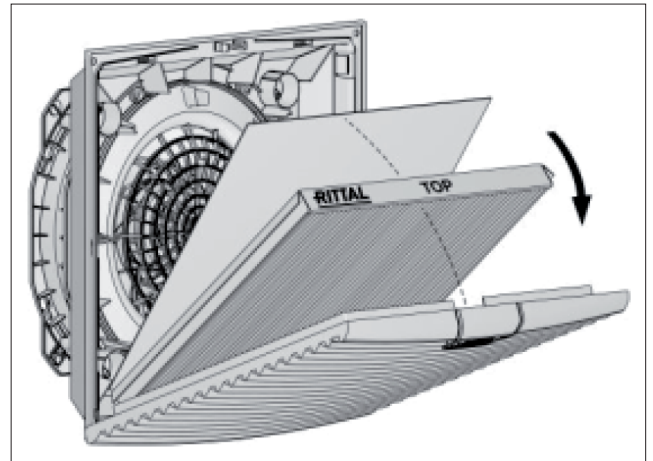

図9: プリーツフィルター IP55 の挿入
- IP55 の場合のみ: プリーツフィルターに付属の IP55 用のアブソーバーフリースを、あらかじめ挿入したプリーツフィルターの上に置いてください (図9 参照)。この場合、アブソーバーの取り付け向きは重要ではありません。